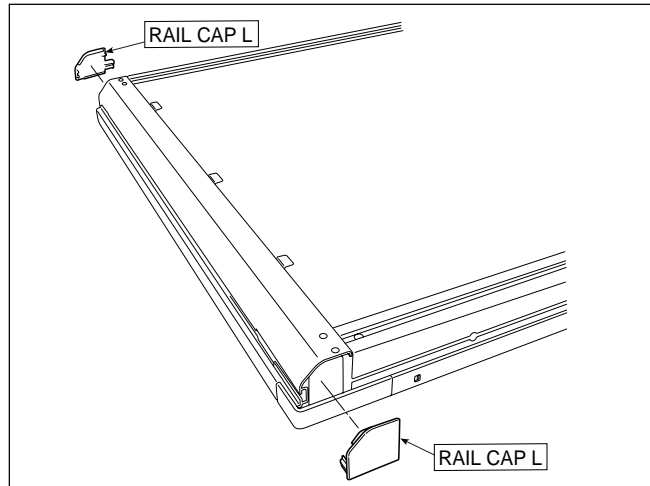

Fig. 1
- 1) Remove the RAIL CAP L. (See Fig. 1.)